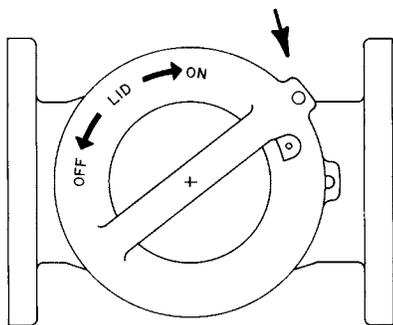

ABBILDUNG 2
2. Die Zunge des Deckels etwas links neben dem Vorsprung mit der Gewindebohrung am Gehäuse positionieren und den Deckel anbringen (siehe Abbildung 2).